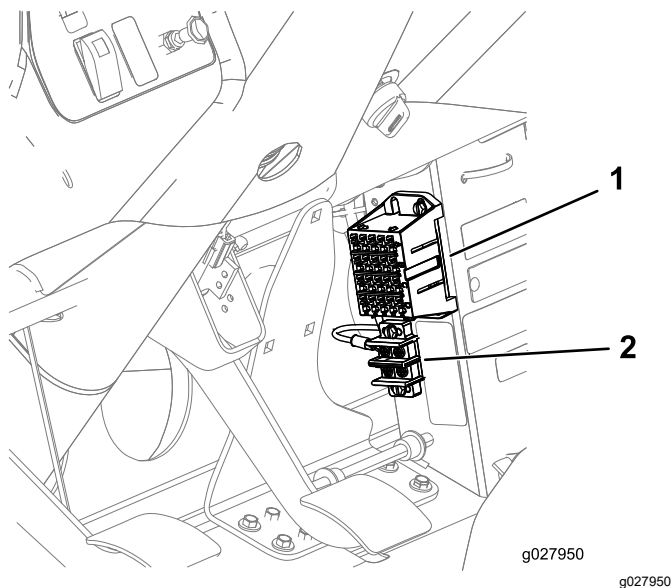

図 34
2. ハーネスのリング端子をアースブロックに接続し、ヒューズブロックのコネクタを空いているヒューズブロック用のコネクタに接続する 図 34。